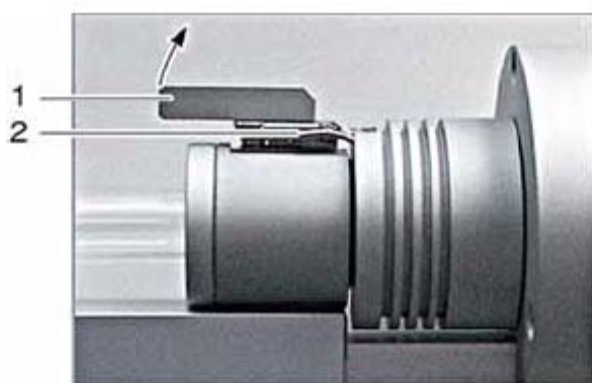

图 98 燃烧炉进样口的开口处
- a. 往上拉锁定杆（图 98 中 1）
- b. 从固定端松开夹子（图 98 中 2）